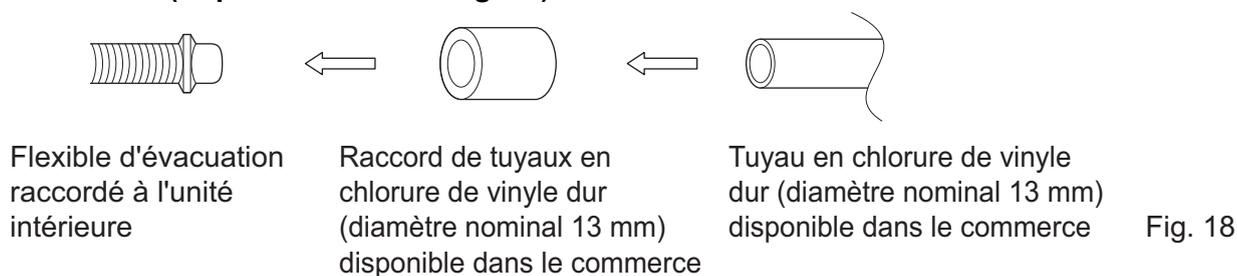

Fig. 18
- Lorsque vous raccordez directement un raccord de tuyaux en chlorure de vinyle dur (diamètre nominal 13 mm) au flexible d'évacuation raccordé à l'unité intérieure (c'est-à-dire pour la tuyauterie encastrée, etc.), utilisez un raccord de tuyaux en chlorure de vinyle dur (diamètre nominal 13 mm) disponible dans le commerce. **(Reportez-vous à la Fig. 18)**